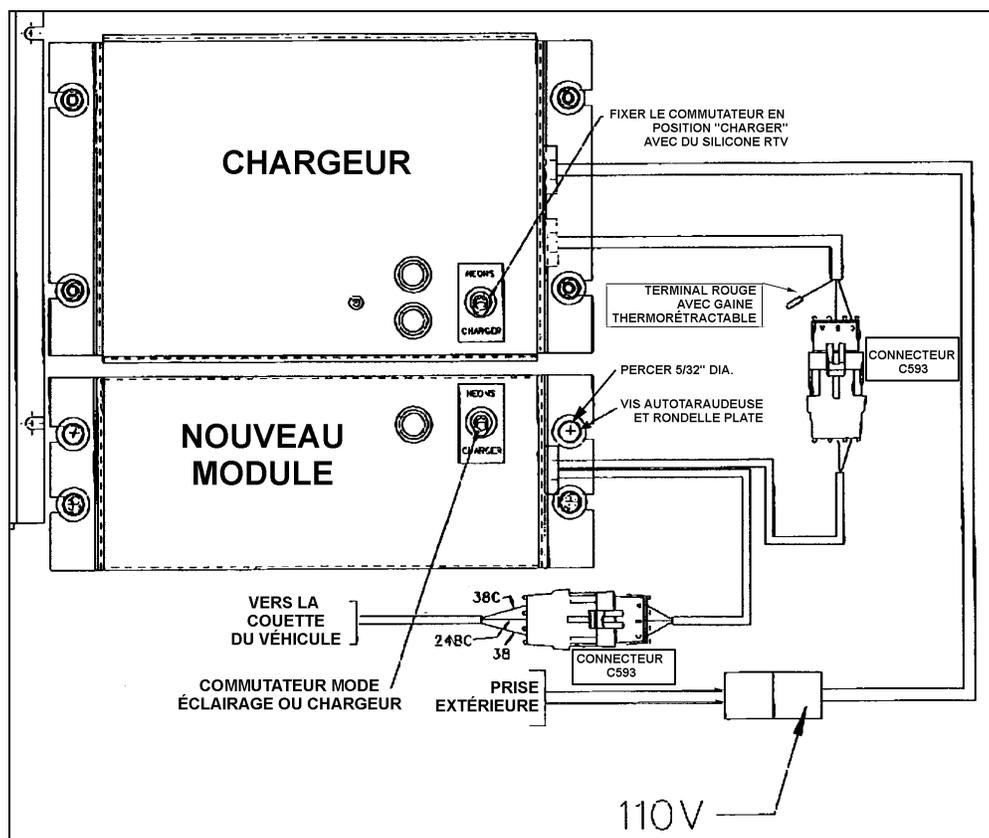

figure 3 : localisation du nouveau module de correction
3. Placer le nouveau module de correction à un minimum de ½" au-dessous du chargeur. Percer 4 trous de diamètre 5/32" dans la paroi et fixer le module à l'aide de 4 vis autotaraudeuses 10X3/4" et 4 rondelles plates. (figure 3).
4. Retirer le conducteur rouge 38C du connecteur C593 à la sortie du chargeur et l'isoler avec une gaine thermorétractable, puis rabattez-le sur le fil avec du ruban isolant (figure 3).
5. Fixer le commutateur à levier du chargeur en position "charger" avec du silicone RTV (figure 3).
6. Raccorder les connecteurs C593 du chargeur et du nouveau module (figure 3).